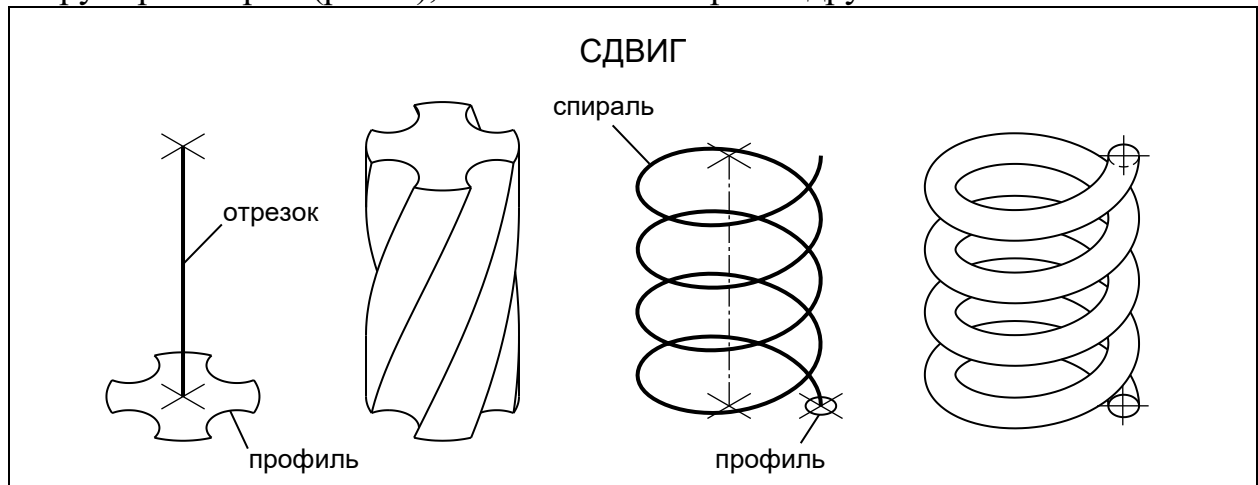

Рис. 6
**Тело сдвига**, как и тело выдавливания, образуется при перемещении профиля вдоль заданной траектории, но с возможностью его закручивания вокруг траектории (рис. 6), а также с некоторыми другими особенностями.
Опция **Закручивание** задает угол поворота сдвигаемого профиля (угол считается на всю длину траектории). Так, первое тело (см. рис. 6) получено сдвигом крестообразного профиля по траектории в виде вертикального отрезка при угле закручивания  $90^\circ$ . Второе тело (пружина) получено сдвигом кругового профиля по спиральной траектории (причем круг, изначально лежавший в горизонтальной плоскости, при сдвиге выравнивается перпендикулярно траектории).